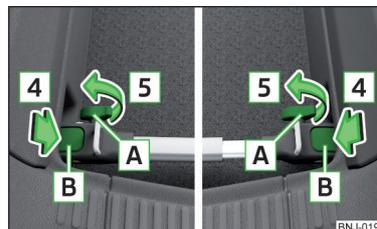

Fig. 111
- Appuyez sur les fixations [B] » fig. 111 dans le sens de la flèche [4] jusqu'à entendre l'enclenchement.